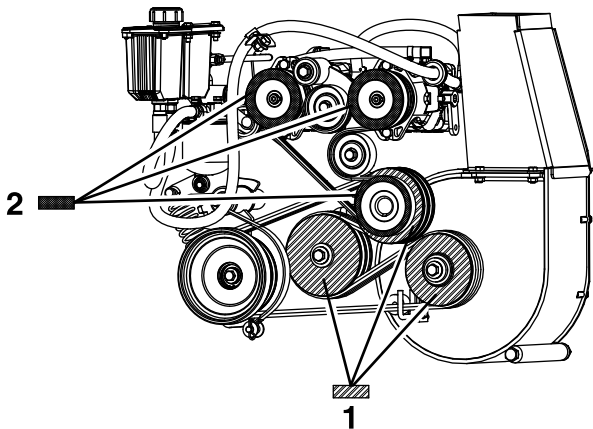

Figura 67
8. Midiendo desde la polea del soplador como base, mueva el motor y el eje secundario hasta que la superficie trasera de las tres poleas estén alineadas a una distancia de entre 0,8 y 1,6 mm (Figura 67).
4. Con un borde recto, alinee cada polea de la bomba con la polea del motor, deslizándola a lo largo del eje de la bomba (Figura 67).